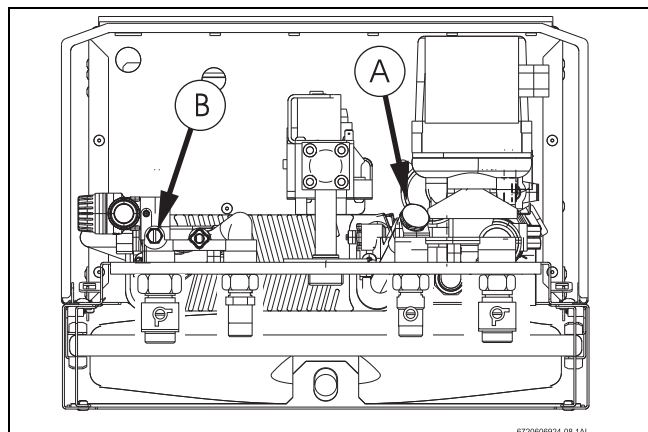

Fig. 29
- ▶ Dévisser le couvercle (Fig. 29, Pos. A).
- Dévisser la vis de vidange (Fig. 29, Pos. B).